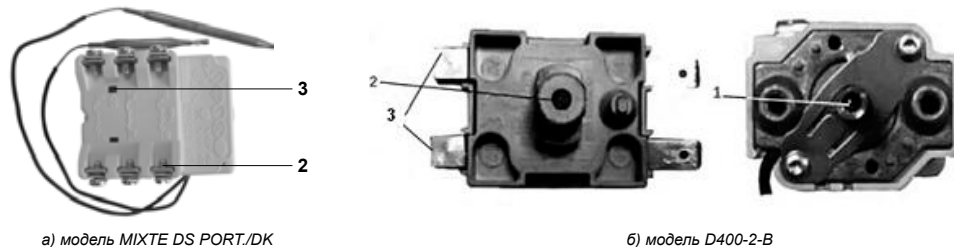

Рис. 2. Зовнішній вигляд терморегулятора
- натиснути на кнопку теплового захисту, яка розташована в корпусі терморегулятора (рис. 2 поз. 2).